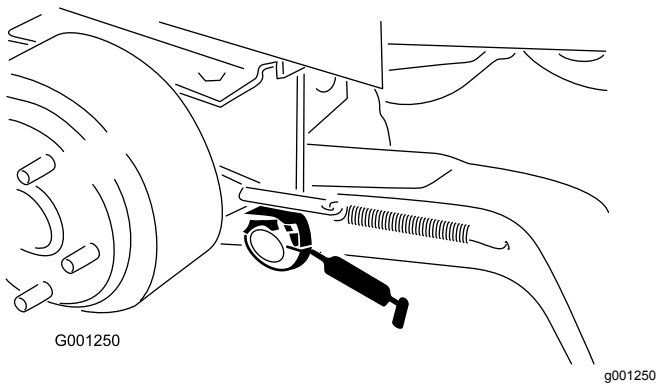

Figura 35
- Casquillos de pivote de los brazos de elevación (Figura 35)